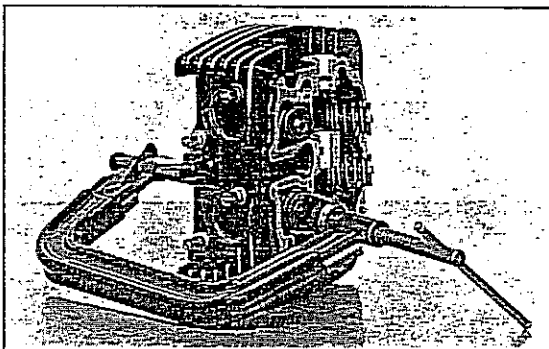

Bild 109
- Zum Ausbau der Ventile ist Spezialwerkzeug nötig: Der Ventildfederhalter. Mit ihm die Ventildfedern nur soweit zusammendrücken, bis die Ventilkeile mit einer Pinzette entfernt werden können oder herausfallen, siehe Bild 109. Teile nicht mischen!